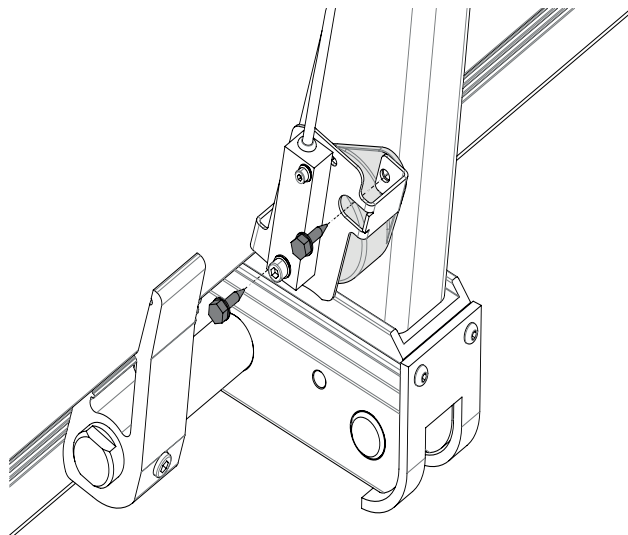

Bild 37. Montera vinkelgivare IFM med medföljande fäste över den runda vinkelgivaren.
2. Montera vinkelgivare IFM och det medföljande fästet över den runda vinkelgivaren med medföljande skruvar. Se Bild 37.